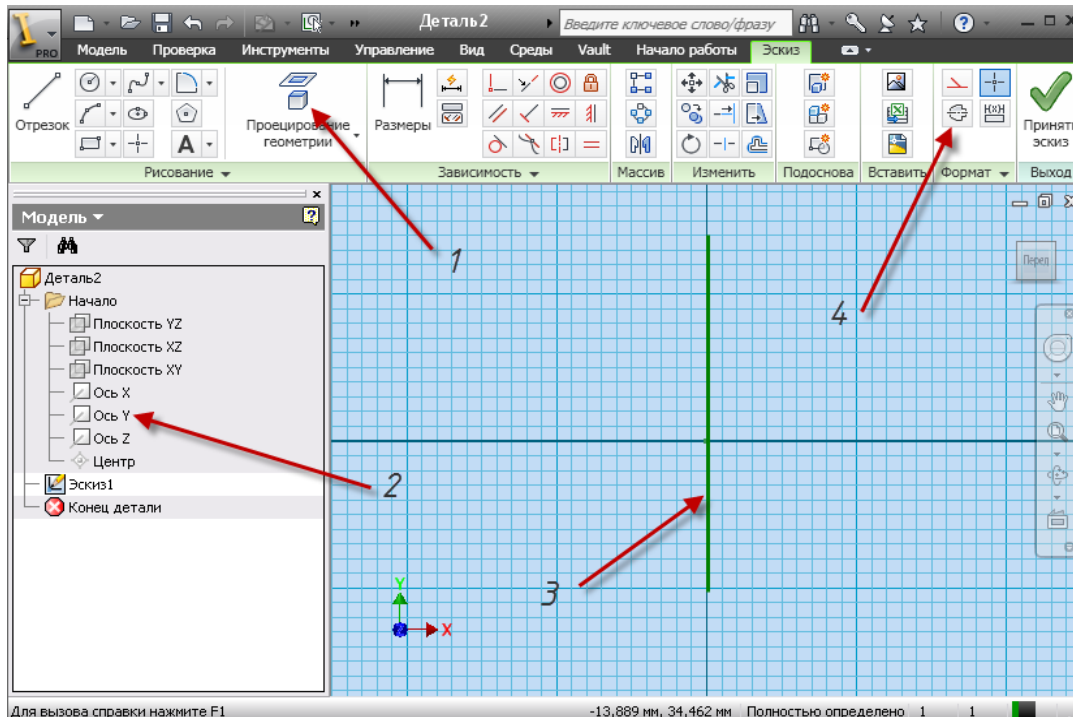

Рис. 3.4. Создание оси вращения
- Выберите из инструментальной палитры команду  **Проецировать геометрию** (1, рис. 3.4).
- Щелкните клавишей мыши по оси Y (2, рис.3.4). На рабочем поле у Вас прорисовется ось Y, проходящая через программное начало координат.
- Выберите созданную ось – щелкнув курсором на изображение оси (3, рис. 3.4), и преобразуйте ее в осевую линию выбрав щелчком мыши инструмент  **Осевая линия** (4, рис. 3.4).